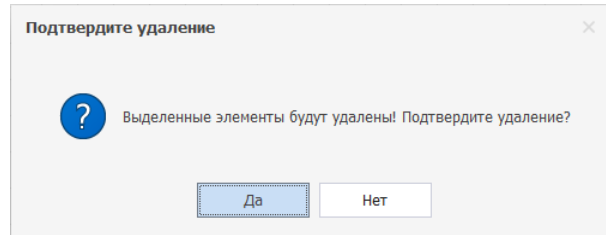

Рис. 250 Подтверждение операции удаления радиодетали
3. Подтвердить операцию удаления, см. Рис. 250.